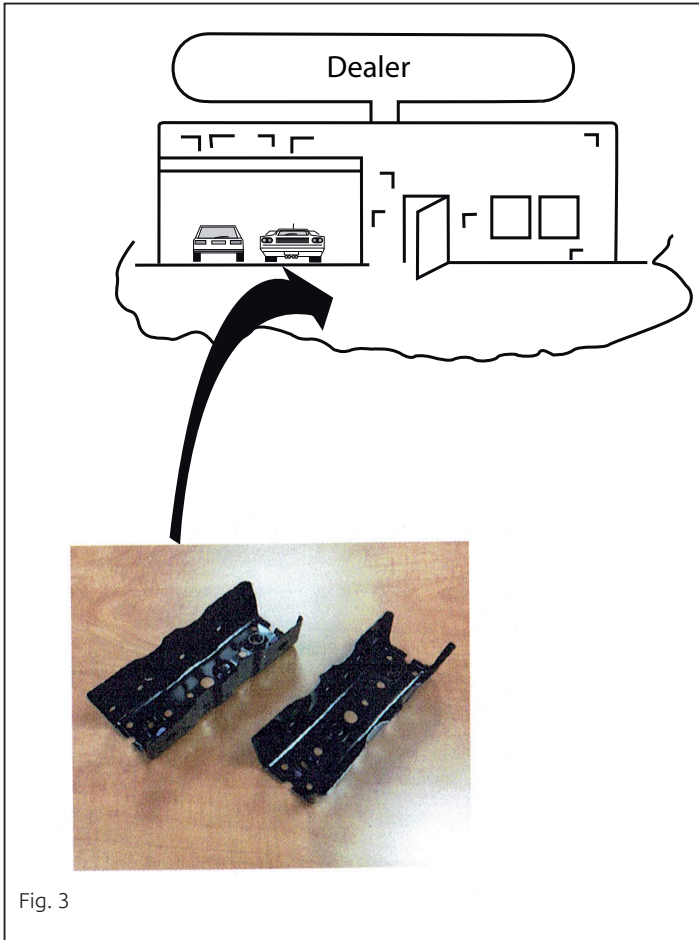

Fig. 3
- ⚠** 1. Для автомобилей без буксирного крюка для подготовки, закажите их у дилера. См. рисунок 3.